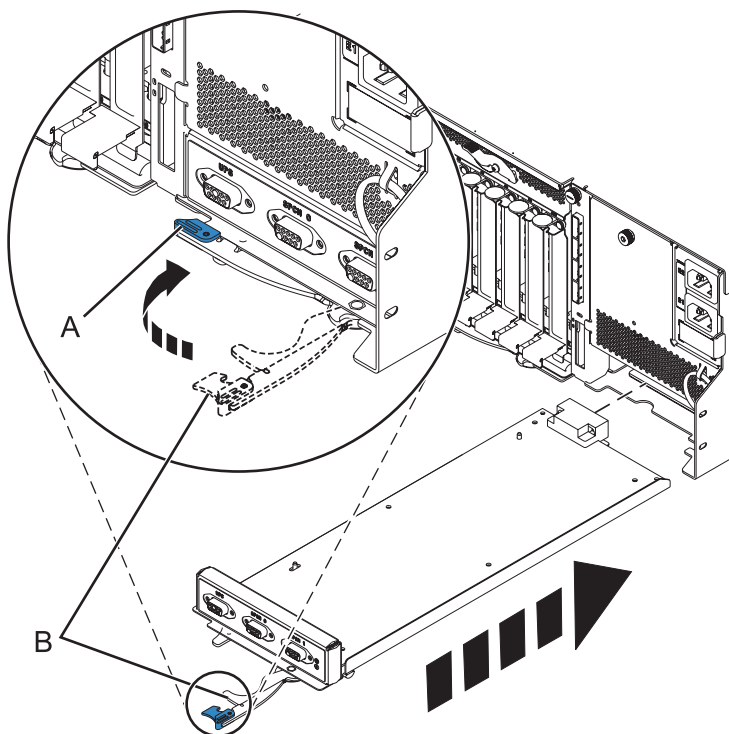

Figure 47. Remplacement du contrôleur de gestion du boîtier
7. Insérez avec précaution le contrôleur de gestion du boîtier dans le système et fermez le loquet (A), comme indiqué dans la figure 47.